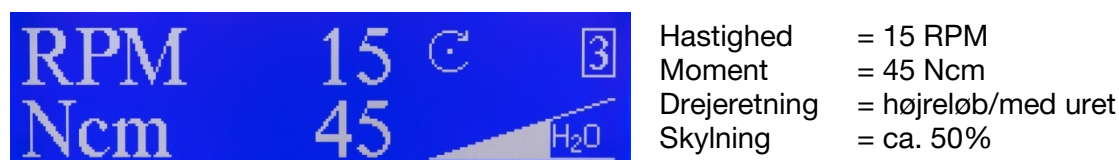

Fig. 7
Fig. 7 viser et eksempel på en trin ③ displayvisning.